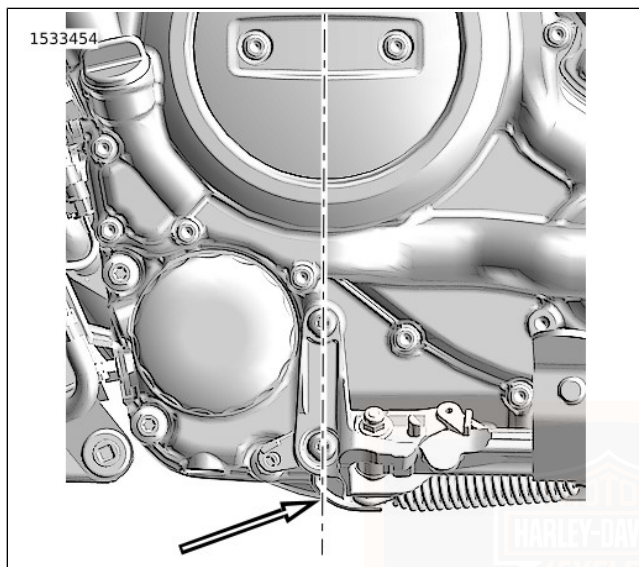

Abbildung 64. Mittellinie der Kurbelwelle
- Siehe Abbildung 64. Beim Anheben des Motorrads von unten heben Sie es immer direkt unter der Mittellinie der Kurbelwelle an. Legen Sie Holz zwischen Motorrad und Hebevorrichtung.